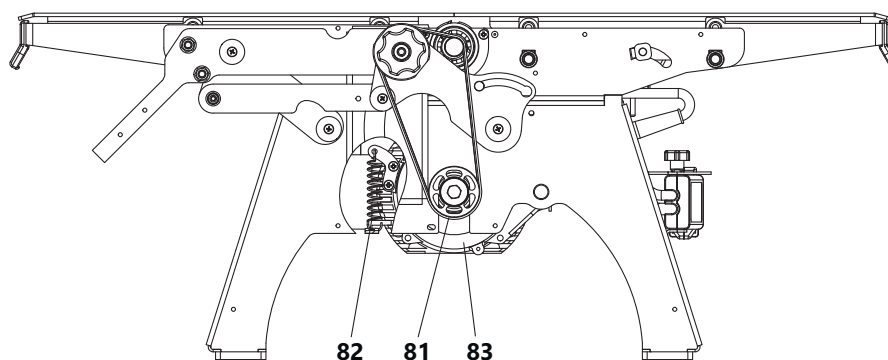

Рис. 24
- ослабить натяжение ремня 81 (рис. 24), отжав двигатель 83 вверх, либо сняв пружину натяжения 82;